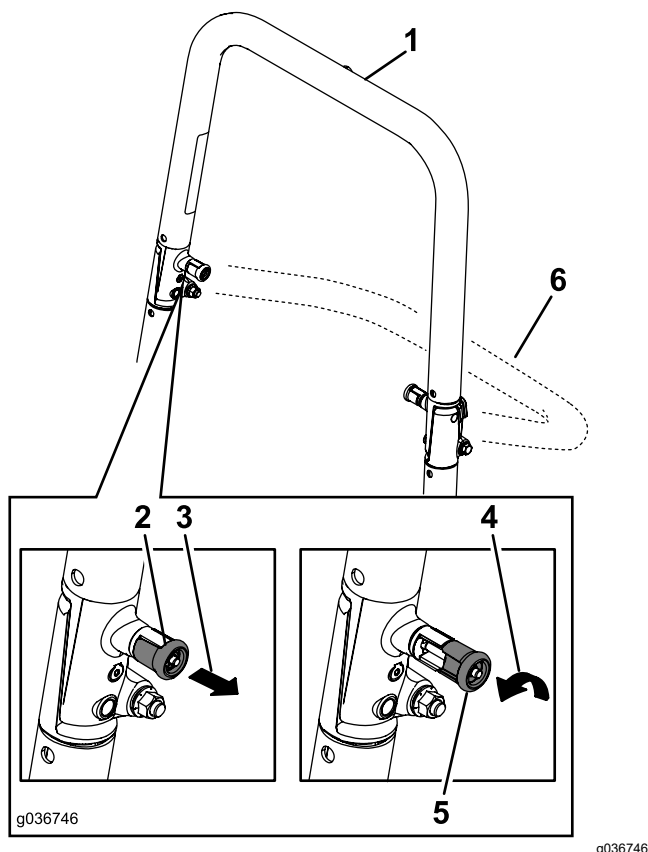

Figure 8
2. Tirez sur les deux boutons et tournez-les à 90 degrés pour les désengager (**Figure 8**).
3. Faites pivoter l'arceau de sécurité à la position abaissée (**Figure 8**).
1. Relevez l'arceau de sécurité à la position d'utilisation et tournez les boutons de sorte à les déplacer partiellement dans les rainures (**Figure 8**).
2. Redressez l'arceau de sécurité en position relevée tout en poussant sur la partie supérieure de sorte que les goupilles s'engagent en position quand les trous sont en face (**Figure 8**).